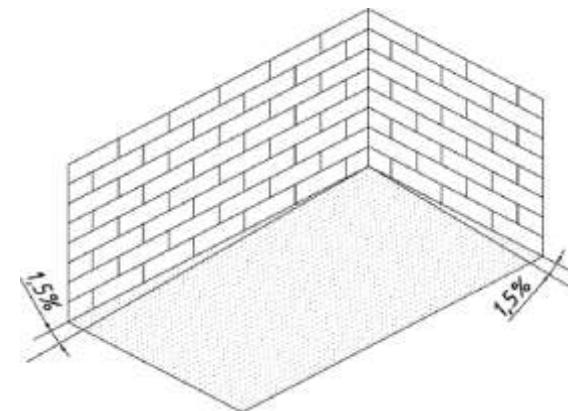

Рис. 1. Минимальный уклон поверхности для отвода воды
- Перед монтажом подконструкции обеспечьте под ней качественный уклон и дренаж для отвода воды см. рис.1. Предусмотрите зоны доступа к дренажным системам, сливным отверстиям для их очистки или ремонта в процессе эксплуатации. Сливные/дренажные отверстия держите открытыми и чистыми от засоров. Нарушение данного требования может повлечь застои воды под настилом и деформацию покрытия, сделать его эксплуатацию небезопасной, может способствовать развитию плесени и грибка на поверхности настила, привести к деформации отдельных профилей ДПК или настила в целом и влечет отказ от гарантии производителя.